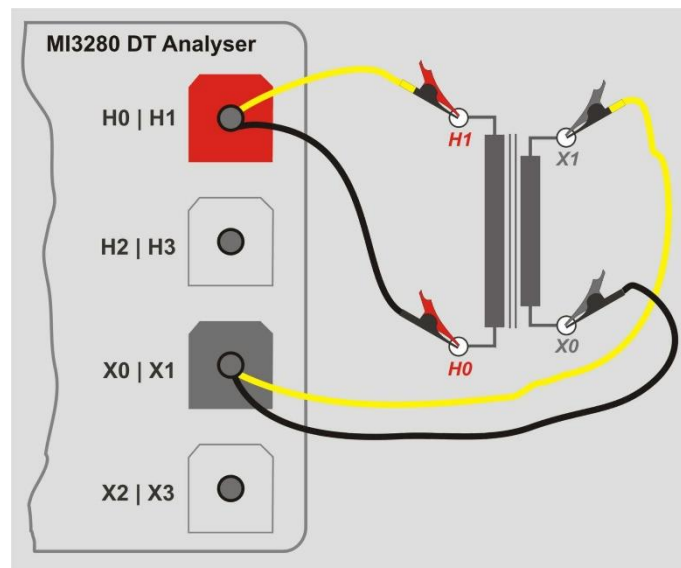

Abbildung 11.18: H und X Seite Messung des Wicklungswiderstands des Einphasen-Transformators
Der Wicklungswiderstand des Einphasen-Transformators kann durch Auswahl der Einzelprüfung R gemessen werden. Bei Einphasen-Transformator ist die Prüfung des Wicklungswiderstands in zwei Teile unterteilt: Messung des Widerstandes der Hochspannungswicklung (H) und / oder der Niederspannungswicklung (X) bezüglich des Parameters *zu messende Seite*. Die komplette Prüfung kann durch Einstellen des Parameters *zu messende Seite* auf *Beide* durchgeführt werden. Verbindung wird dargestellt in *Abbildung 11.18*.
Zur Messung des Wicklungswiderstands eines Einphasen-Transformators müssen Sie den **H1|H0** Stecker (roter Anschluss: schwarze und gelbe Leitungen) und/oder den **X1|H0** Stecker (grauer Anschluss: schwarze und gelbe Leitungen) an die entsprechenden Buchsen des MI 3280 anschließen, wie in Abbildung 11.18 dargestellt. Es können beide Prüfspitzen Paare (H und X) angeschlossen werden, gleichwohl welche Seite zu messen ist.